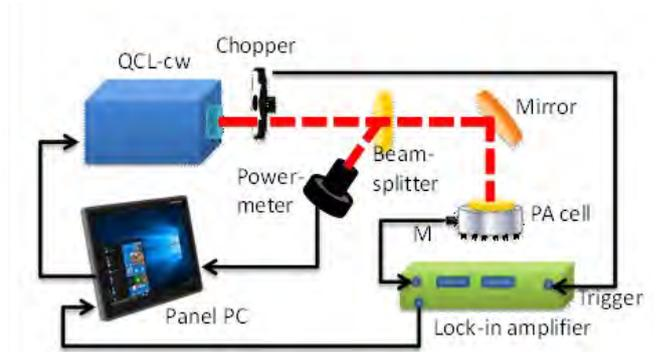

Figura 1- Schema dell'apparato (sopra) e prototipo per analisi speditive (sotto)
In Figura 1 è riportato lo schema dello spettroscopio fotoacustico. Nel sistema è presente un laser Quantum Cascade Laser ad emissione continua (QCL-cw). La lunghezza d'onda del laser viene controllata dal software del sistema sviluppato in ENEA, mentre l'intensità del fascio laser viene modulata a frequenza acustica tramite un chopper. Una parte della potenza ottica viene riflessa da un beam-splitter su un power-meter, questo si rende necessario per normalizzare le misure rispetto alla potenza emessa dal laser che è fortemente dipendente dalla lunghezza d'onda selezionata. La parte rimanente del fascio laser è inviata da uno specchio (mirror) nella cella fotoacustica (PA cell), dove interagisce con il campione generando un'onda sonora che è captata dal microfono (M). La componente del segnale microfonico, alla frequenza di modulazione applicata al laser, viene estratta da un lock-in amplifier sincronizzato con il chopper mediante un opportuno trigger. L'onda sonora è tanto più forte quanto maggiore è l'assorbimento del campione a una data lunghezza d'onda, si ottiene quindi la misura dell'ampiezza del segnale microfonico in funzione